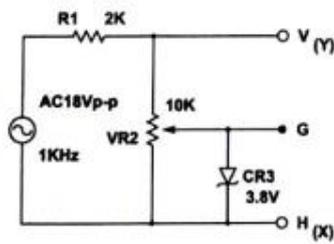

Fig 1-3(b)
C. Traçage de la caractéristique V(I) de ZD :
2. Insérez le clip de raccordement en vous référant à la fig.1-3 (b) et au diagramme de raccordement de clip 23001-block a.6.
4. Utilisez les canaux CH2(Y) et CH1(X) de l'oscilloscope pour tester respectivement les sorties TP1, TP2 et TP3. Les sorties TP1, TP2 sont utilisés en tant que borne d'entrée verticale, et TP3, TP2 en tant que borne d'entrée horizontale. TP2 est le point de masse commun.